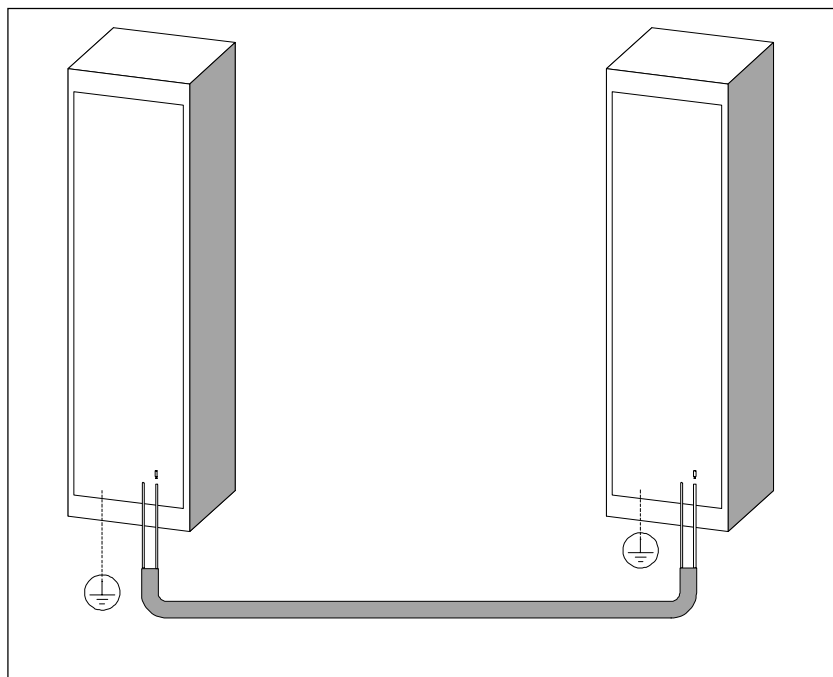

Рис. 4-7. Прокладка провода для выравнивания потенциалов и сигнального кабеля
- Прокладывайте провод для выравнивания потенциалов так, чтобы расстояние между этим проводом и сигнальными кабелями было по возможности небольшим (см. рис. 4-7).